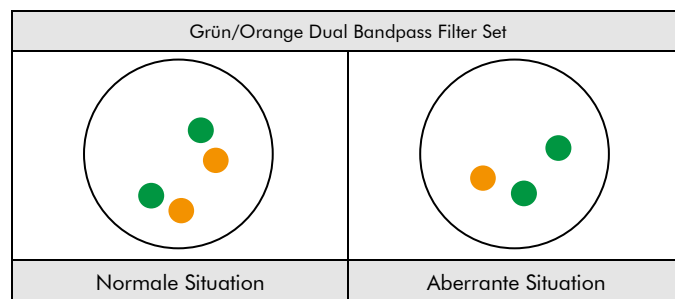

Abb. 3: Zu erwartende Ergebnisse in normalen und aberranten Zellkernen
**Normale Situation:** In Interphasen von normalen Zellen oder Zellen ohne eine Deletion des 1p36 Locus erscheinen zwei orange und zwei grüne Signale (siehe Abb. 3).
**Aberrante Situation:** In einer Zelle mit Deletion, die den 1p36 Locus betrifft, kann eine reduzierte Anzahl oranger Signale beobachtet werden. Deletionen, welche nur Teile des 1p36 Locus betreffen, können zu einem normalen Signalmuster mit orangen Signalen reduzierter Größe führen (siehe Abb. 3).